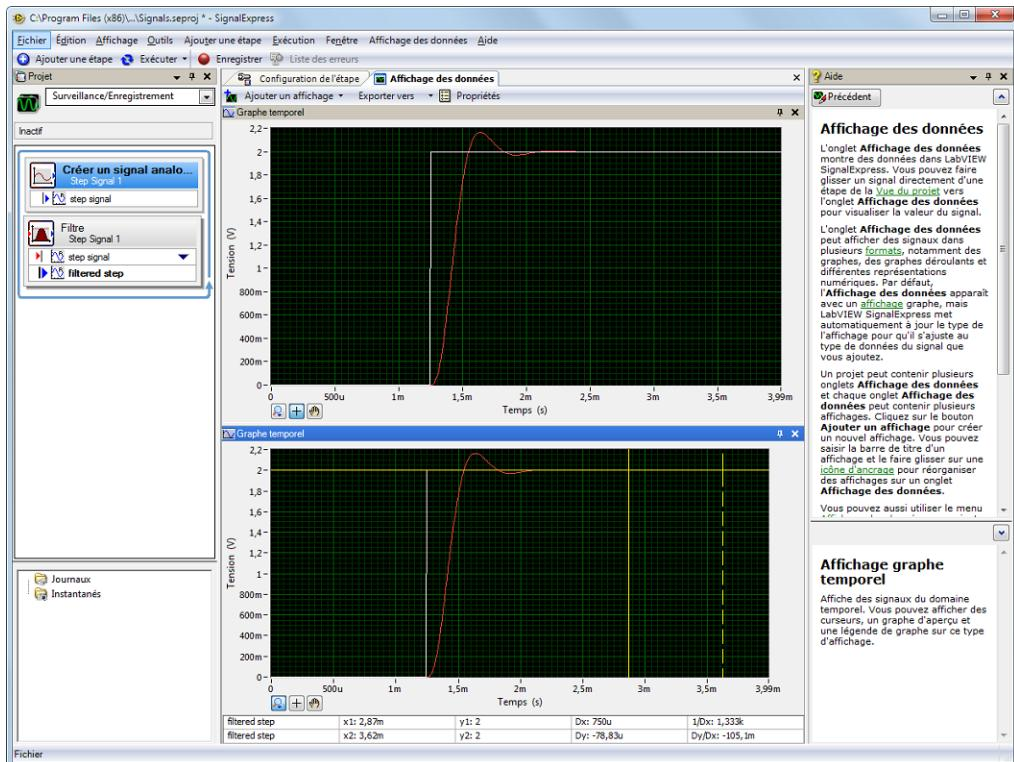

Figure 3-1. Signals.seproj
6. Faites un clic droit sur le nouvel affichage et sélectionnez **Éléments visibles»Curseurs** dans le menu contextuel pour afficher deux curseurs interactifs, comme le montre la figure 3-1.